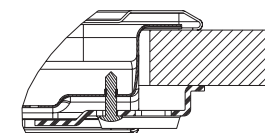

Fig. 1
1. Fixe os grampos de mola (A) (fig. 1) com os parafusos fornecidos, tendo em atenção as distâncias especificadas.
- Após a ligação eléctrica, adapte a placa do topo e fixe-a às molas de suporte, tal como o descrito na fig. 1.